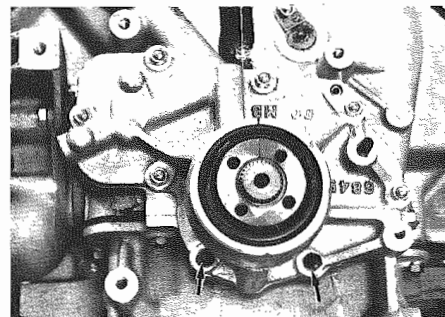

Fig. 84 - Viti di fissaggio
- Estrarre le viti inferiori di fissaggio sul coperchio anteriore (**Fig. 84**).